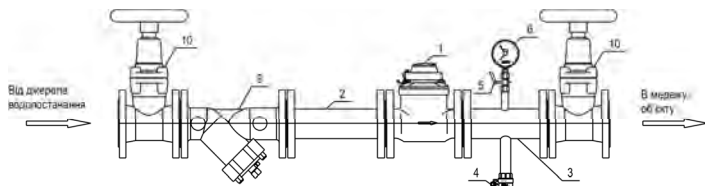

Рис. 3. Рекомендована схема встановлення лічильника
- 8.2. Лічильники необхідно встановлювати в місцях, зручних для зняття показань, технічного обслуговування і монтажу/демонтажу (рис.3). Обов'язковою умовою є повне заповнення трубопроводу водою під час експлуатації. Монтаж і введення в експлуатацію лічильників повинна здійснювати організація, яка має відповідний дозвіл та ліцензію.